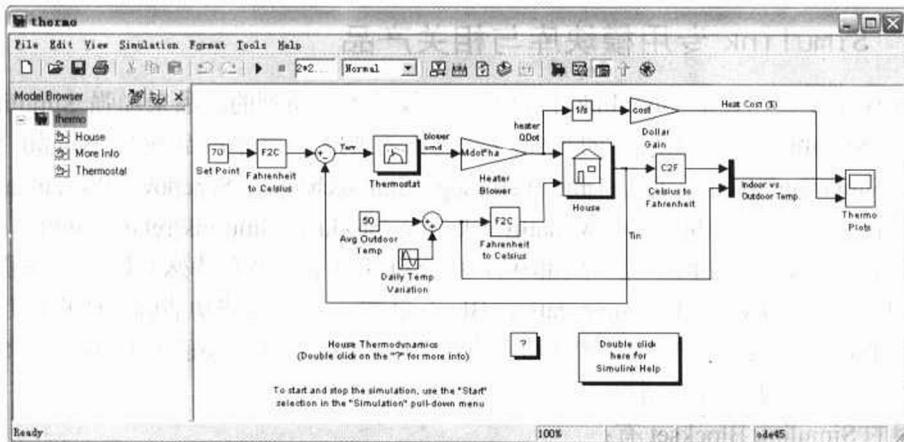
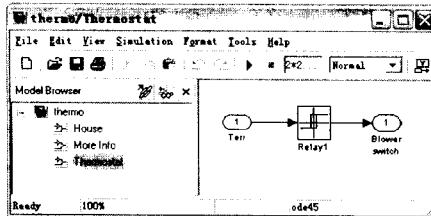
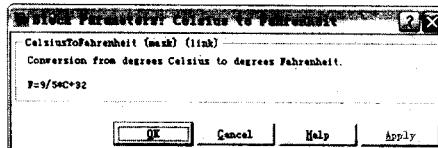
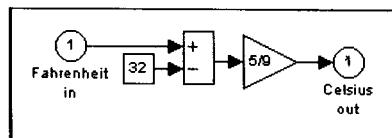

图 1.1 房屋热传递演示模型
图 1.4 Thermostat 子系统模型
图 1.5 温度转换精细封装子系统
图 1.6 温度转换子系统构造
直接打开演示程序模型窗口，这个命令会启动 Simulink，打开模型如图 1.1 所示。
(3) 在第(2)步中，打开模型的同时会弹出 Thermo Plots 的 Scope 窗口。如果在弹出时关闭了，可以通过双击图 1.1 中最右侧的 Thermo Plots 模块重新打开。
Thermostat 子系统是对温度调节器进行建模，设置开与关。双击 Thermostat 子系统可得到如图 1.4 所示模型。室内室外的温度都必须从华氏度($^{\circ}\text{F}$)转换到摄氏度($^{\circ}\text{C}$)，转换公式： $\text{C} = 5 \times (\text{F} - 32) / 9$ 。在图 1.1 中双击 Celsius to Fahrenheit 模块会弹出如图 1.5 所示的对话框。图 1.5 是被精细封装的子系统，在后面的章节会讲解如何创建封装子系统，此子系统详细构造如图 1.6 所示。